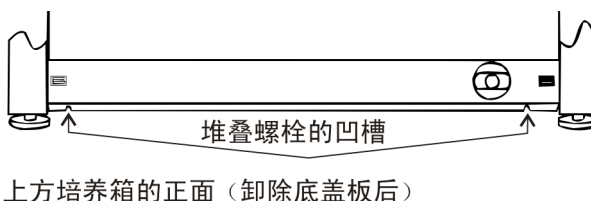

图 1-5. 堆叠螺栓槽
2. 请注意，培养箱的底部有两个凹槽，可安装堆叠螺栓。见图 1-5。
7. 将堆叠架插入到下方装置控制面板后方的插槽中，如图 1-5 所示。将堆叠架凹槽与培养箱后方的安装孔对齐。用之前保留的两颗螺钉以及堆叠套件中的 1/4-20 螺栓固定好堆叠架。固定螺栓时需要用到 11 mm (7/16") 扳手或套筒扳手。